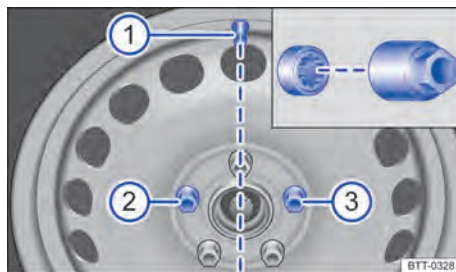

Abb. 239 Reifenventil ① und Einbauorte der Anti-Diebstahl-Radschraube ② oder ③.
Die Anti-Diebstahl-Radschraube muss bei einem Rad mit Radvollblende an Position → Abb. 239 ② oder ③, bezogen auf die Lage des Reifenventils ①, eingeschraubt sein. Die Radvollblende kann sonst nicht montiert werden.